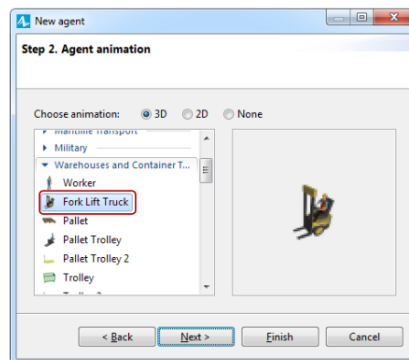

Рисунок 11.4 – Вилковий навантажувач
- натисніть кнопку *finish* (рис. 11.4).